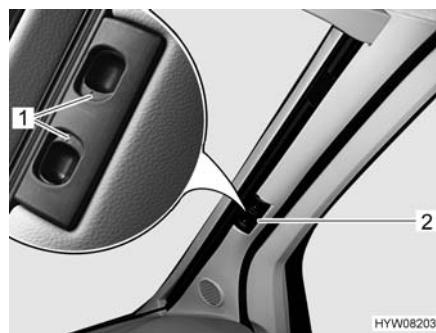

Fig. 33 Tendina oscurante pieghevole per il parabrezza
- Comprimere le levette di bloccaggio (Fig. 33,1) e mantenerle in questa posizione.
- Tirare la tendina oscurante pieghevole del parabrezza per la maniglia (Fig. 33,2) verso il centro della finestra.
- Spingere verso l'esterno le due metà della tendina oscurante pieghevole del parabrezza per la maniglia (Fig. 33,2) fino all'arresto.
- Rilasciare le levette di bloccaggio (Fig. 33,1) e mantenerle innestate.